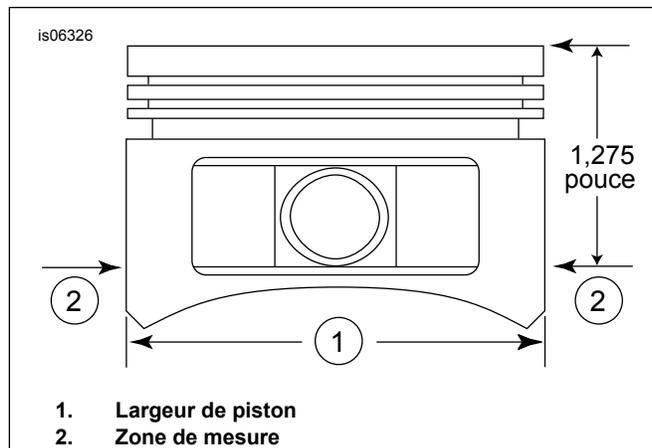

Figure 2. Dimensions de piston
- Voir Figure 2 . Mesurer la largeur du piston (1), à 90 degrés horizontalement des deux côtés du trou de l'axe du piston et à 1,275 po. (32,385 mm) à partir de la surface supérieure du piston (2). Voir le Tableau 11 pour l'ajustement piston/cylindre à cet emplacement.